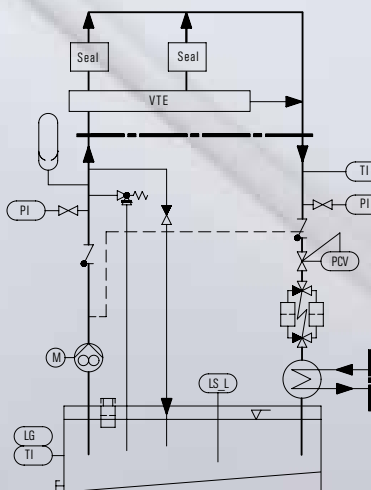

Abb. 1: Beispielschema einer Sperrdruckanlage mit Verteilereinheit (VTE).
1) Sperrdruckanlage, z.B. EagleBurgmann SPA, bei der alle Aufgaben eines Sperrsystems durch eine kompakte Einheit erfüllt werden. Ein Beispielschema einer solchen Anlage ist in Abb. 1 dargestellt.